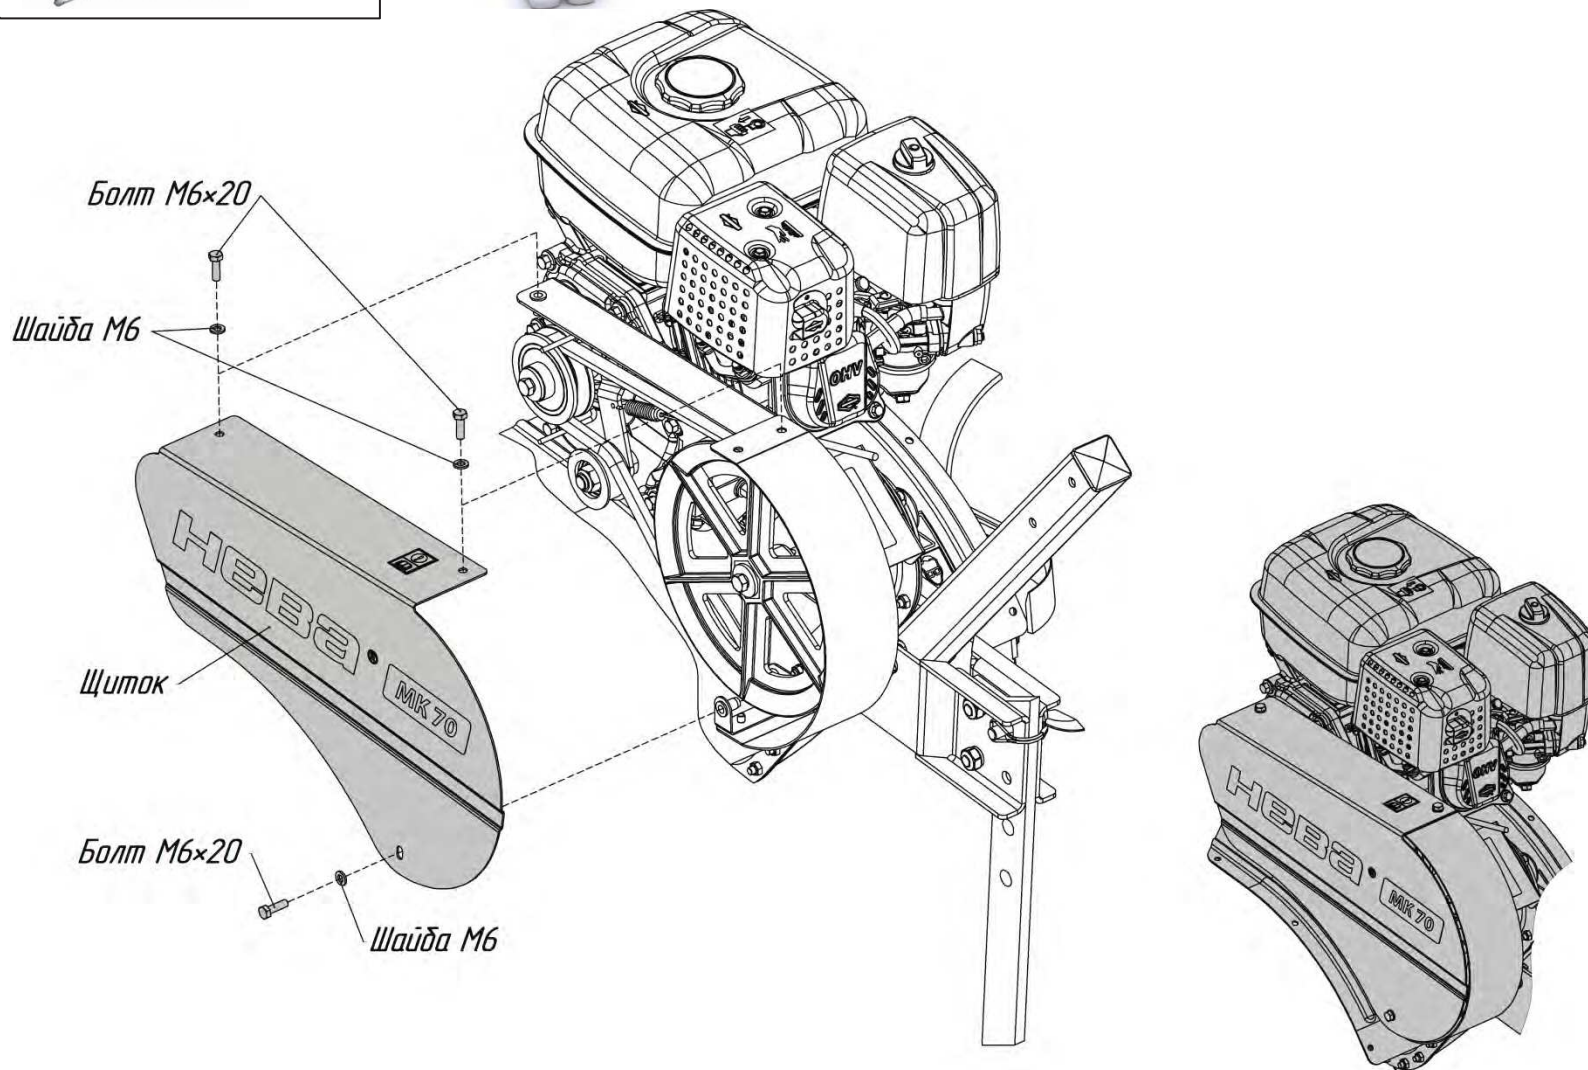

Рис.11 Установка щитка на мотокультиватор
9. Установить щиток на мотокультиватор согласно рис.11.